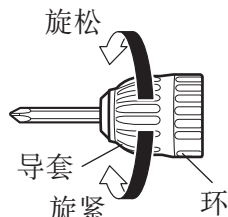

图 6
(1) 当把起子机钻头等插入无键钻机夹盘后，请紧握环，同时右转（从前方看时为顺时针方向）导套将其旋紧。（请参照图 6）
请紧握环，同时左转（从前方看时为逆时针方向）导套将其旋松。（请参照图 6）